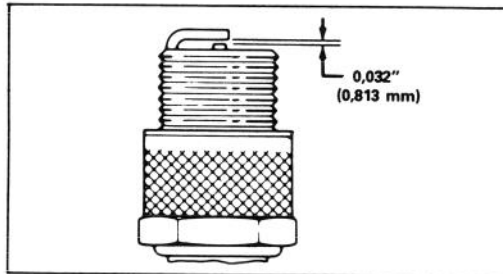

Figure 12
3. Réglez l'écartement des électrodes à 0,032" (0,813 mm) (Fig. 12). Installez la bougie réglée avec son joint. Serrez-la à 15 ft-lb (13,6 N-m).